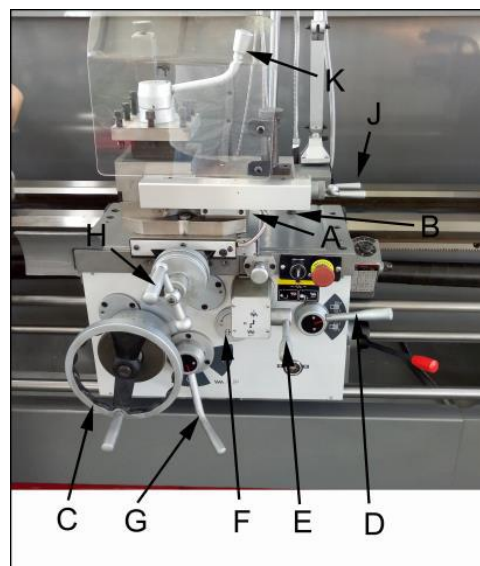

Рисунок 7
**Маховик фартука суппорта (рисунок 7 С):**
Рисунок 7а
Для включения ускоренной подачи (рисунок 7а), установите рычаг L в положение , а рычаг E (рис. 7) в положение  (самое нижнее), не устанавливайте рычаг D (рис. 7) в